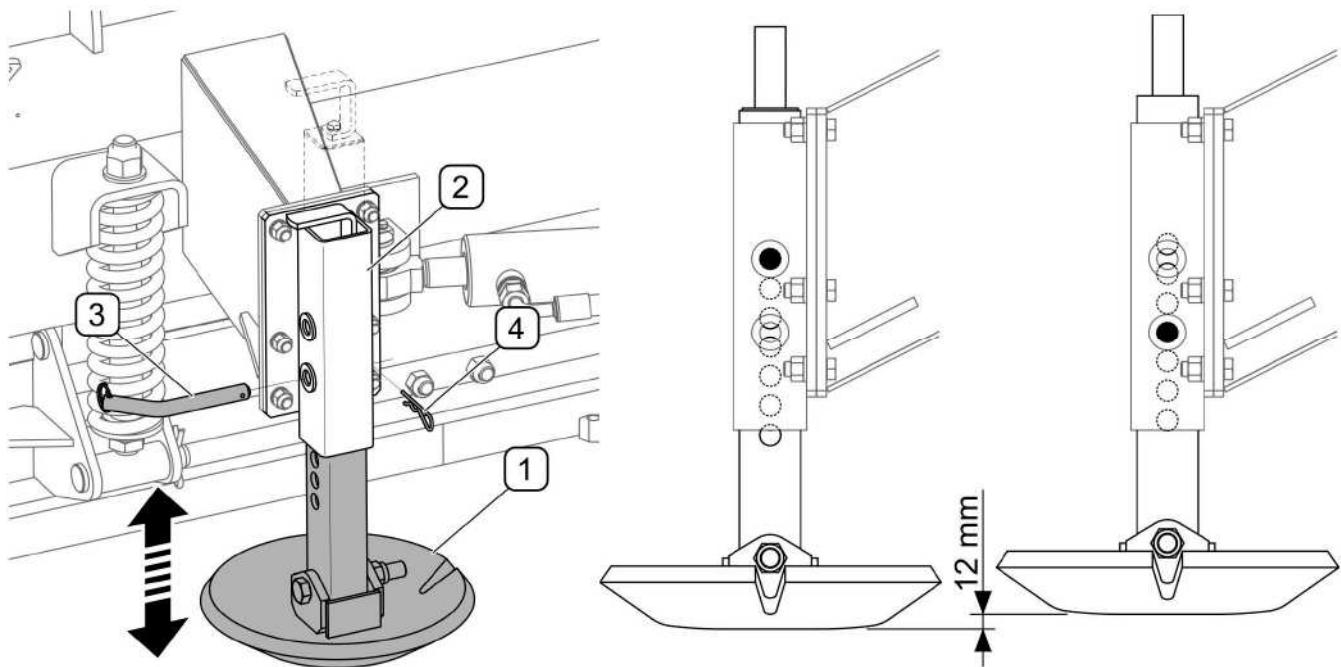

РИСУНОК 4.8 Регулирование рабочей высоты в плугах, оснащенных скользунами
(1)- скользун; (2)- направляющая скользуна; (3)- шплинт; (4)- страховочная чека
В плугах, оснащенных скользунами (РИСУНОК 4.8), регулирование рабочей высоты осуществляется путем перемещения скользуна (1) вверх или вниз в направляющей (2), для чего необходимо сначала вынуть блокировочный шплинт (4). Положение скользуна в направляющей можно изменять через каждые 12 мм, используя для этого одно из отверстий в направляющей. Требуемая высота скользунов фиксируется шплинтом (3) и упругой чекой (4). Скользуны правого и левого отвалов должны располагаться на одинаковой высоте. Регулирование левого и правого скользуна осуществляется аналогичным способом.